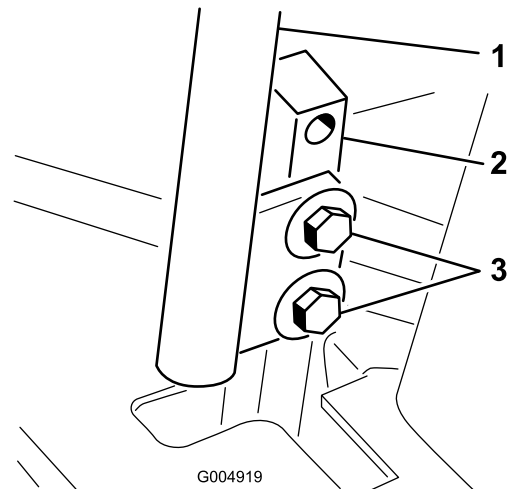

Bild 66
3. Lösen Sie die Schrauben, mit denen die Fahrtriebshebel befestigt sind (Bild 66).